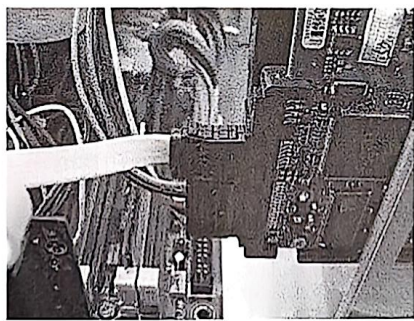

图9-16 连接串口电源线
- 5) 常见的电源线连接方法如图9-16~图9-19所示。